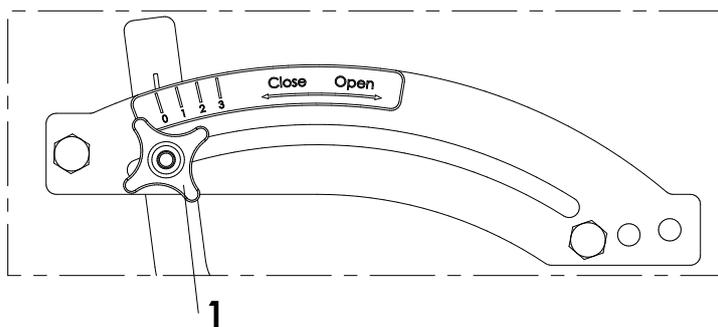

Figure 7
3. La valve de l'élément peut être réglée en fonction de la taille de la semence qui sera semée. Pour les semences d'herbe fine, la valve de l'élément doit être complètement fermée. La roue dentée entraîne alors la semence avec elle. Avec des semences plus grosses, l'espace entre la roue dentée et la valve n'est pas assez grand pour permettre aux semences de passer. C'est la raison pour laquelle il faut ouvrir davantage le clapet lorsque les semences sont plus grosses. Régler la taille de l'ouverture se fait à l'aide de la poignée de réglage de la valve. La poignée peut être réglée en desserrant le bouton étoile (1), en sélectionnant la position souhaitée et en resserrant le bouton étoile. (Figure 7)